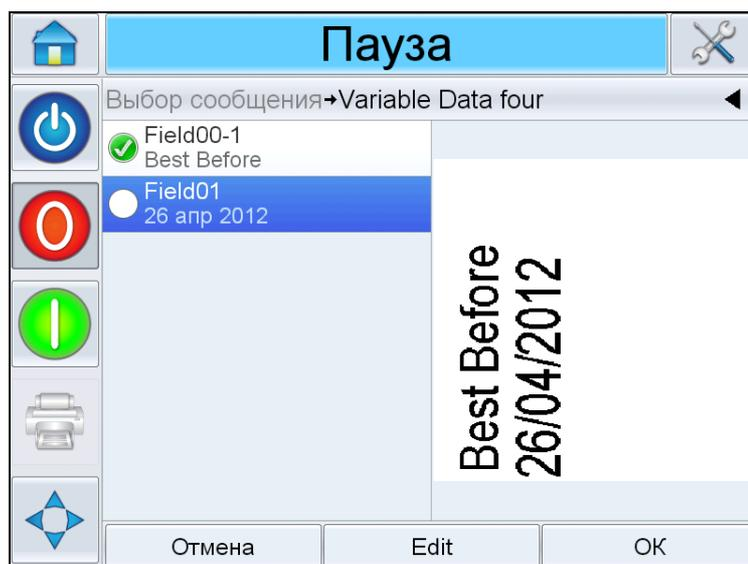

Рис. 6-18: Окно данных по умолчанию
- 1 Чтобы выбрать из списка необходимую переменную задания на печать, нажмите на необходимую переменную. Текущая информация отображается в окне предварительного просмотра (Рис. 6-18).